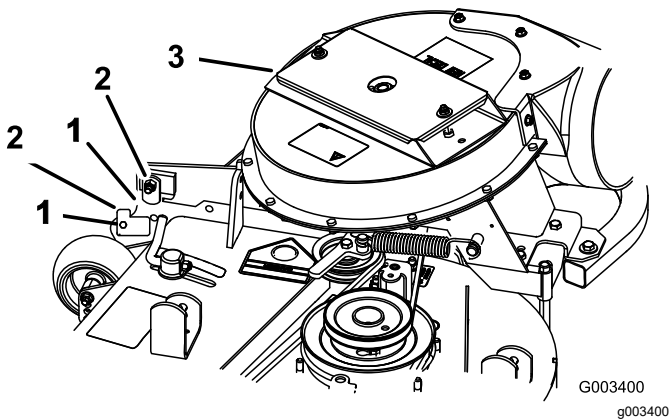

Figure 15
3. Fermez le ventilateur pour vérifier que les verrous sont correctement réglés (Figure 15).
Remarque: Vissez ou dévissez le boulon de sorte que les verrous maintiennent fermement le ventilateur contre le tablier de coupe mais puissent néanmoins être déverrouillés manuellement (Figure 15).